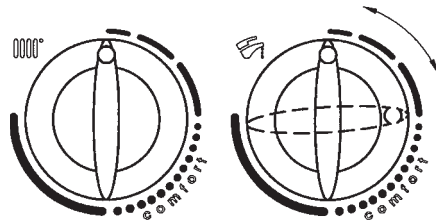

Figure 18B
- 2) lorsque le bouton 7 est sur cette position, le faire tourner 2 fois de suite rapidement ($\sim 1/4$ de tour) dans le sens des aiguilles d'une montre comme le montre la figure 18B.
- 2) lorsque le bouton 7 est sur cette position, le faire tourner deux fois de suite rapidement ($\sim 1/4$ de tour) dans le sens des aiguilles d’une montre comme le montre la figure 18B.